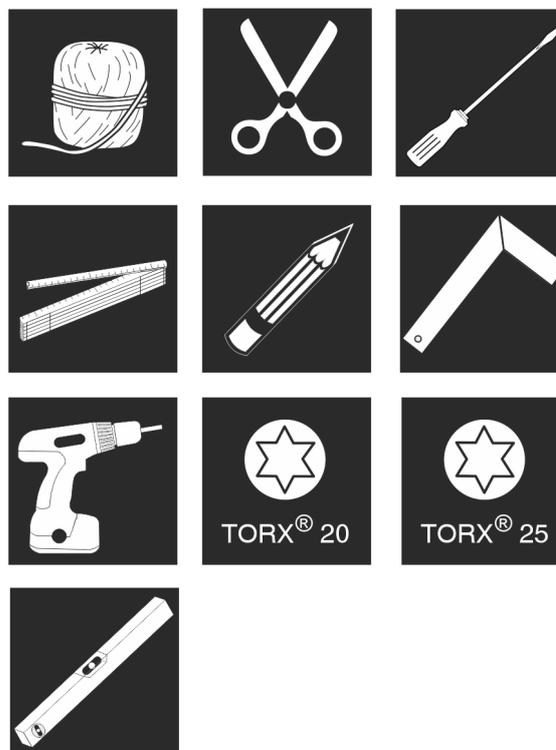

Fig. 10
1. Avoir l'outil à disposition. Fig. 10 ()